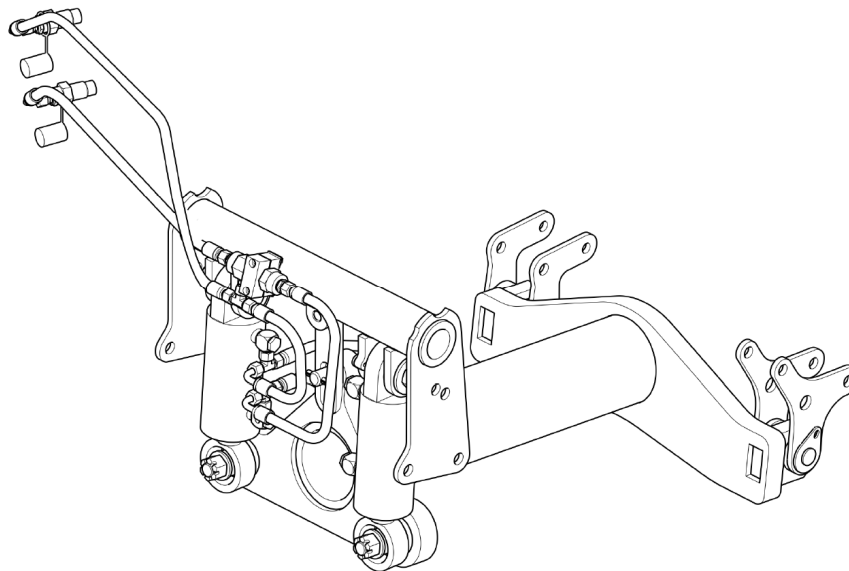

FIGURA 4.5 Cadrul torsiune tipul PRONAR R-MU4 cu funcția de blocarea osiei frontale ale suportului
- montați blocata osiei frontale ale suportului de unelte (FIGURA 4.5);
| SIMBOLUL / DIMENSIUNILE (FIGURA 4.5) | U.M. | DESCRIEREA LUCRĂRII |
În cazul suportului pentru unelte tip UNIMOG U300 / U400 / U500 pentru blocarea osiei frontale trebuie să aplicați cadrul de torsiune tip PRONAR R-MU4 (FIGURA 4.5).